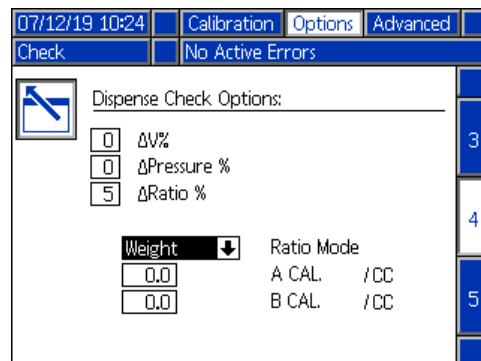

ABB. 32: Einstellungen zur Überprüfung der Dosierung
11. Vergewissern Sie sich, dass für das Feld Delta Ratio ein Prozentsatz ungleich Null eingegeben und ein Ratio-Modus (Gewicht wird empfohlen) ausgewählt wurde. Siehe **ABB. 32**.